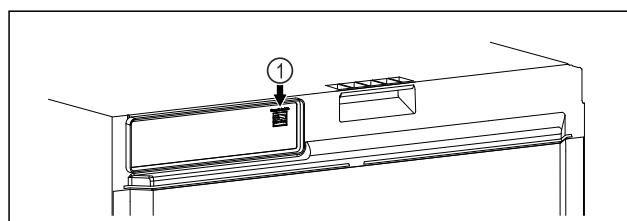

Fig. 114
- ☐ SmartModule Fig. 114 (1) установлен.